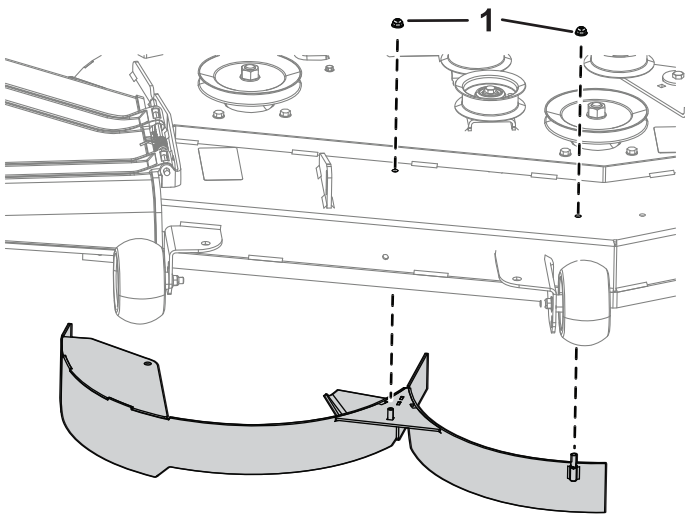

Figura 4
1. Instale el deflector derecho usando 2 tuercas (5/16"), como se muestra en la Figura 4. Apriete las fijaciones a mano.